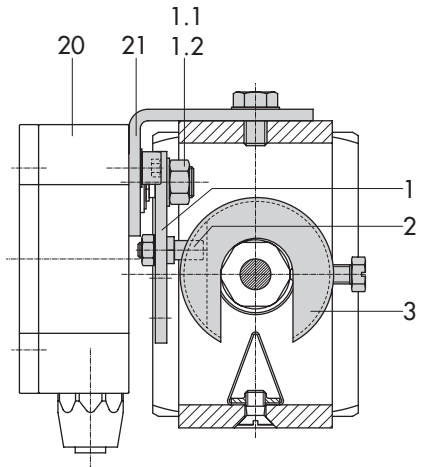

Fig. 13 · Montage sur microvanne
1. Fixer l'étrier (3) sur l'accouplement de la vanne selon la fig. 13.
2. Retirer le levier standard **M** (1) avec le palpeur (2) de l'axe du boîtier du capteur et récupérer le palpeur.
3. Prendre le levier **S** fourni dans les pièces de montage. Visser le palpeur (2) en position 17 sur le levier S (1).
5. Visser le capteur de position (20) sur l'équerre (21).
| Montage sur microvanne                                 | Pièces de montage sur microvanne type 3510, voir fig. 13   |                          | 1400-7469              |